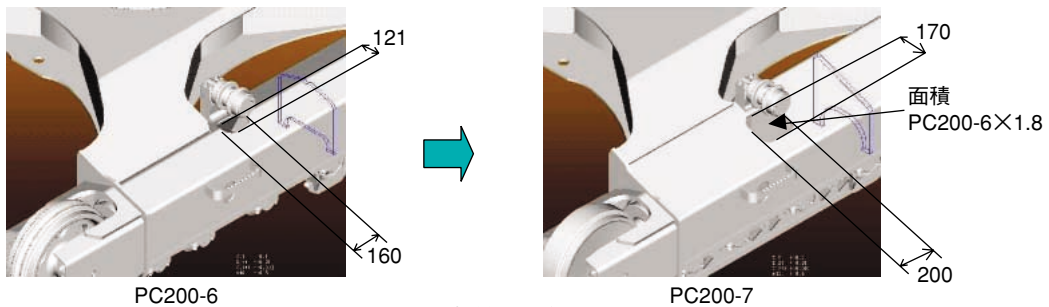

図22 整備性の向上
- (2) オイル交換時のオイル漏れを防止するため、エンジンオイルパンにエコドレインバルブを採用した。また、これには専用のオイル交換装置とワンタッチで接続でき、下方からドレインと再注入が自動的にできて、定期点検などで、作業効率をアップさせた。
- (3) ラジエータとオイルクーラの間隔を広げ、エアノズルによる清掃を容易にした。また、ラジエータとオイルクーラの単独脱着も可能にして、万一の修理・交換時間も短縮した。
- (4) メッキ鋼板使用で内部の防錆力をアップした燃料タンクは、18%の大容量化し、1回の給油での長時間稼動を可能にした。燃料タンクの水抜コックを右ドア内側に設
- (5) キャブ内の足元の水洗いと排水が容易にできるために、周囲につばが付き、キャブの入り口側に緩やかに傾斜もつけたウォシャブルフロアマットとし、フロアの前方のフロアマットの下に排水穴も設けた。キャブの内気循環用のフィルタと、外気導入用のフィルタは工具なしで取り外せ、容易に清掃可能とした。
- (6) 傾斜型トラックフレームと1.8倍に拡大した泥落とし穴の採用で、泥落ちの改善と清掃の容易化を図った。(図 22)